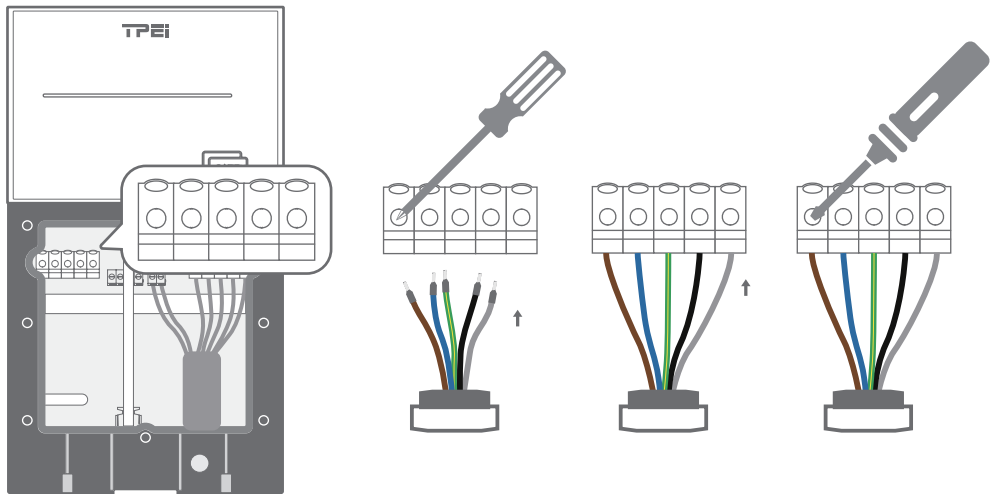

Abb. 5-15
6. Lösen Sie die fünf Klemmschrauben mit einem Kreuzschlitzschraubendreher und stecken Sie jeden Kabelstecker vollständig in den richtigen Klemmenblock. Verwenden Sie einen Drehmomentschraubendreher, um die Klemmschrauben mit einem Drehmoment von 19,6 Ncm festzuziehen. (Siehe Abb. 5-15)